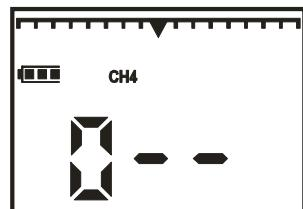

Рисунок 1.3
1) на воздухе, не содержащем горючих газов, перевести газоанализатор в режим "ПОДСТРОЙКА НУЛЯ". Для этого необходимо при нажатой кнопке "РЕЖИМ" включить газоанализатор. После появления на индикаторе надписи " 0 - - " отпустить кнопки (рисунок 1.3).
1) при нажатой кнопке "РЕЖИМ" включить газоанализатор. После появления на индикаторе надписи "0 - -" отпустить кнопки (рисунок 1.3);